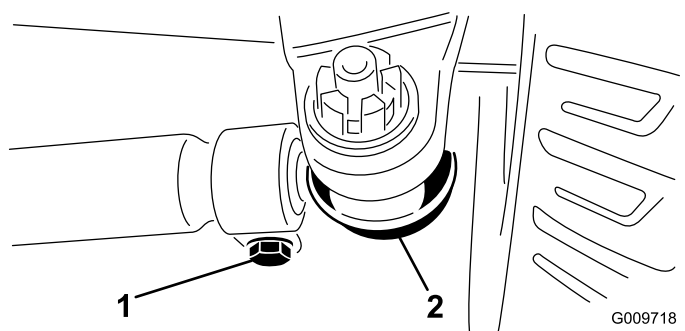

图62
2. 要进行调节应从任一横拉杆球窝接头卸除开口销和螺母 (图62)。从轴箱支架中拆除横拉杆球窝接头。
3. 拧松横拉杆两端的夹具 (图62)。